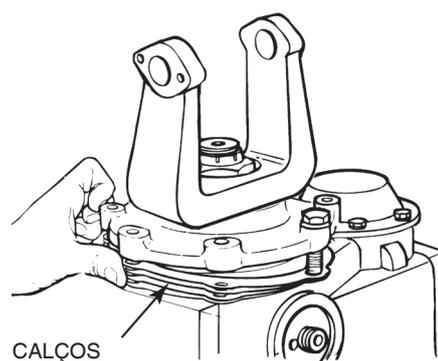

Figura 5.83
3. Some as quatro medidas e determine a média da folga entre a caixa do rolamento e caixa do diferencial. Adicione 0.130 mm (0.005") na média da folga medida para determinar a espessura do pacote de calços entre a caixa do rolamento e a caixa do diferencial. Figura 5.83.